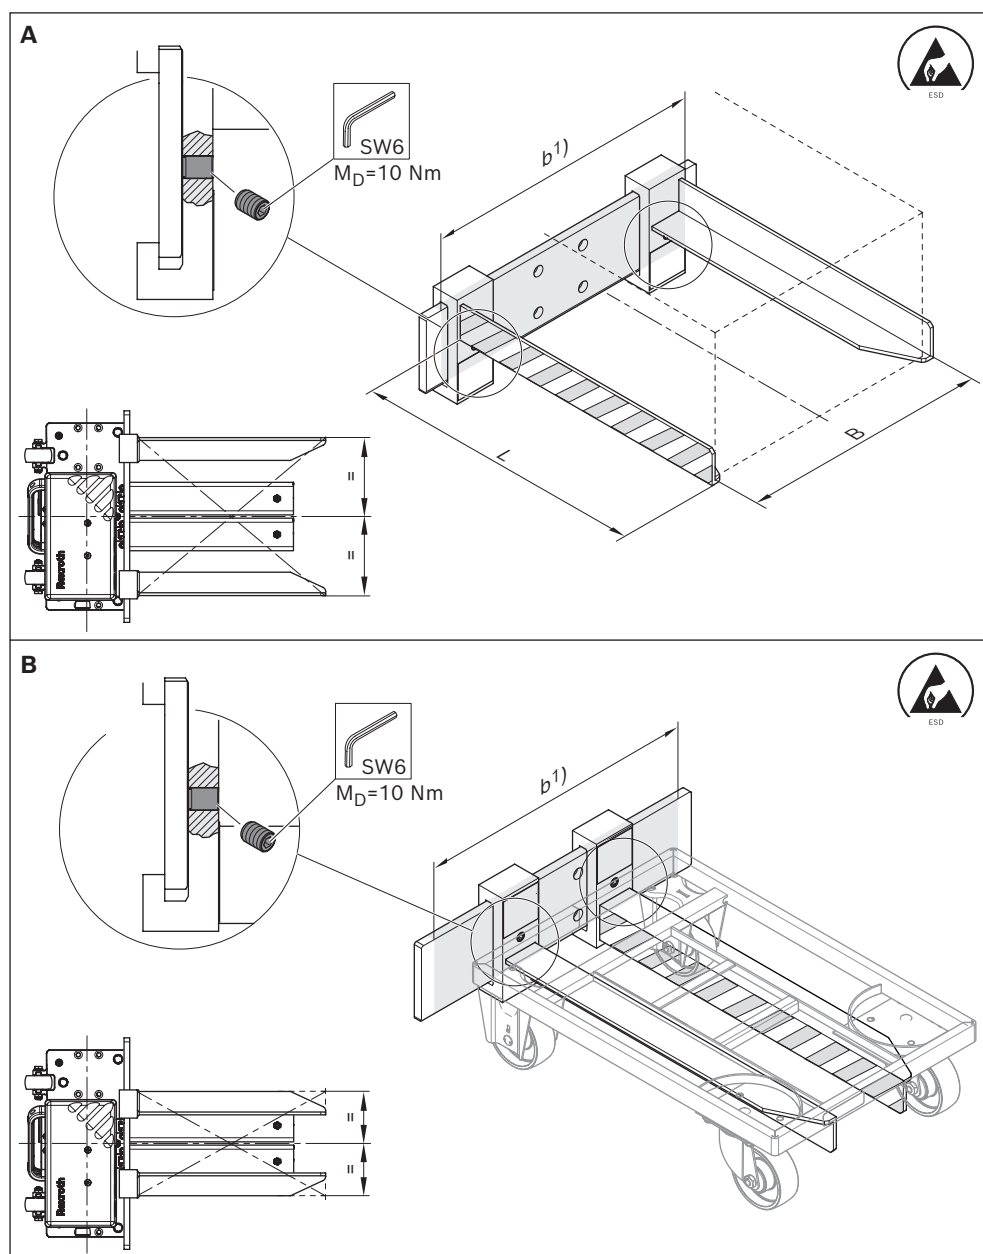

Fig. 26 : Réglage des fourches
2. Régler les fourches montées à la largeur de la caisse ou du support roulant (voir Fig. 26).
- ▶ Vérifier, avant chaque mise en service, la bonne fixation et la position correcte des accessoires de levage montés (voir Fig. 26).